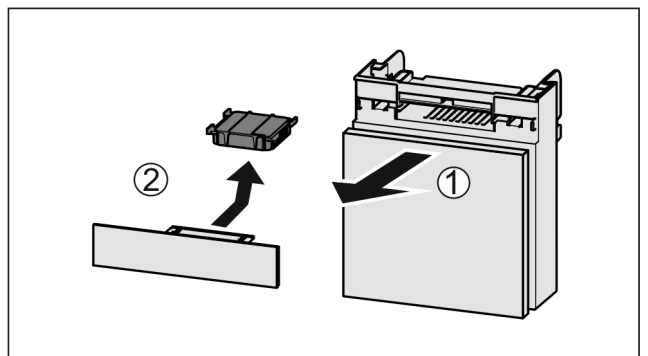

Fig. 76
- ▶ Потягніть Fig. 76 (1) відділення вперед.
- ▶ Витягнути Fig. 76 (2) фільтр з активованого вугілля.